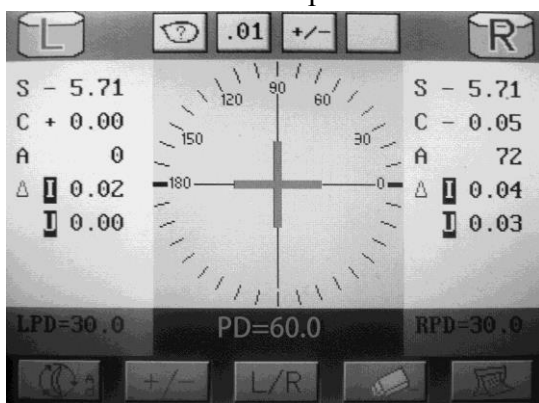

рис.15
3. PD измерение (рис.13, рис.14, рис.15)